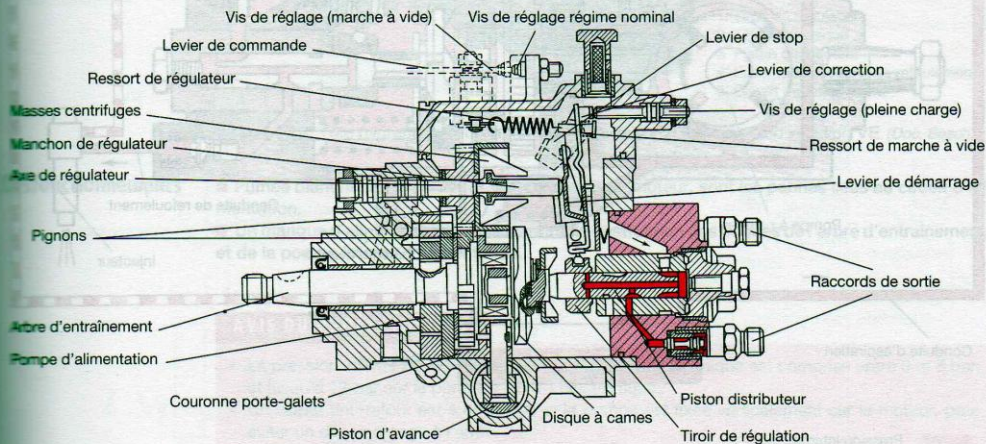

Figure 56.3. Pompe d'injection distributrice Bosch, Type VE... F...
- un régulateur centrifuge surmultiplié entraîné par pignons avec amortisseur de vibrations (rapport 1,6) (fig. 56.3) ;
L'arbre d'entraînement actionne le piston distributeur par l'intermédiaire d'un croisillon et du disque à cames (fig. 56.3).